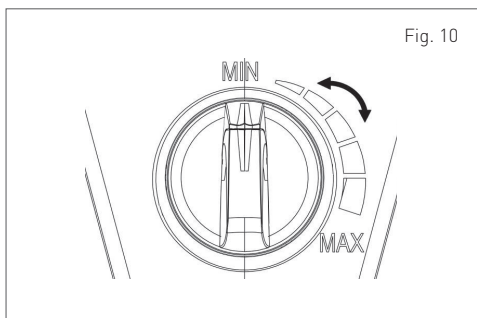

Fig. 10
(1) Remova a tampa do frasco do detergente. Puxe cuidadosamente o reservatório integrado para fora.
(2) Encha o reservatório com detergente específico para lavadoras.
(3) Método de limpeza recomendado:
- Borrife o lixo solto ajustando o fluxo do detergente (fig.10).